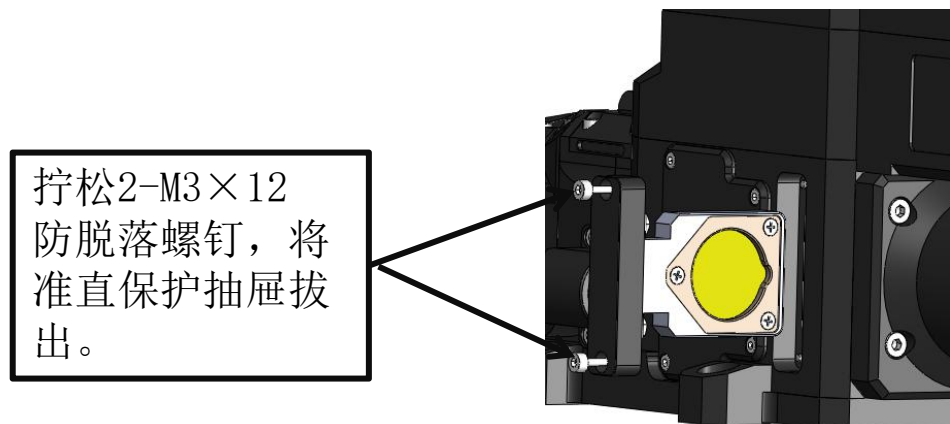
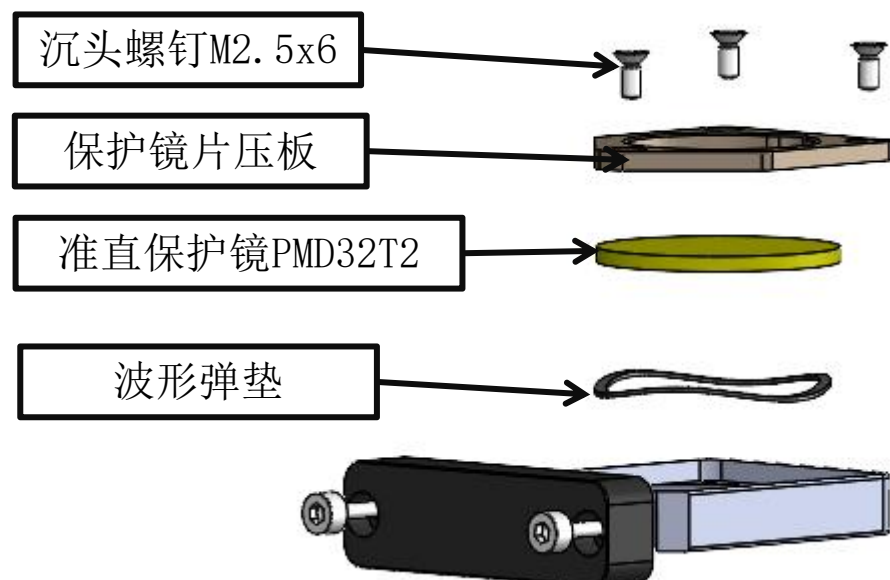

图4.6
图4.7
5.1.1 准直保护镜的拆装，拆装方法如下图4.6、图4.7所示。